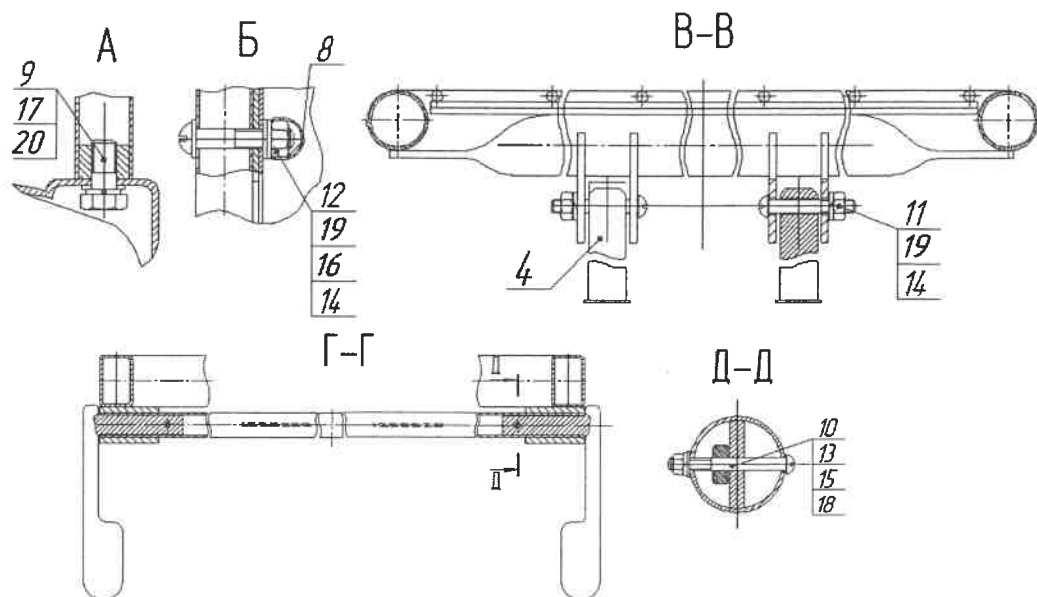

Рисунок 3.2
4.2 При комплектации колесными опорами на ножки каждой спинки поз. 1 установите колесные опоры поз. 2 и поз.7 с помощью болтов поз. 9 и шайб поз. 17 и поз. 20. (см. А, рисунок 3.2).